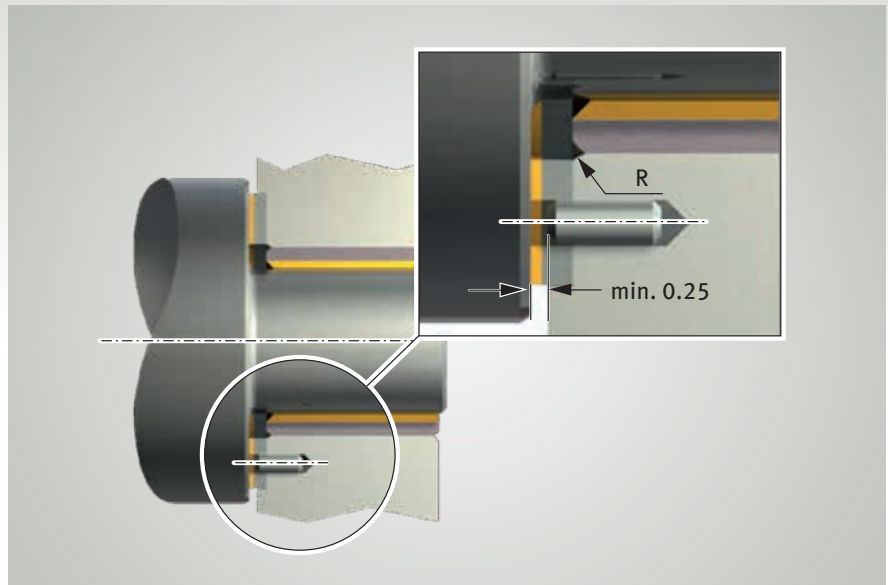

Fig. 3: Fissaggio di una rosetta di spallamento PAW in una rientranza della scatola
- Il posizionamento concentrico viene garantito tramite una rientranza nella scatola (fig. 3)
- La rotazione indesiderata viene impedita tramite spina di registro o vite a testa svasata (fig. 3 e 4)
- La testa della vite o la spina di registro deve essere rientrata di almeno 0,25 mm rispetto alla superficie di scorrimento (fig. 3 e 4)